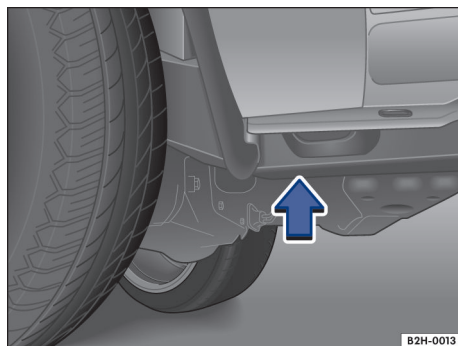
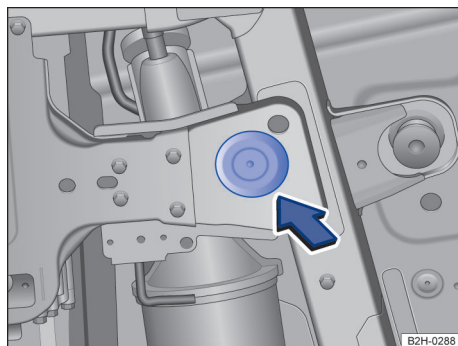
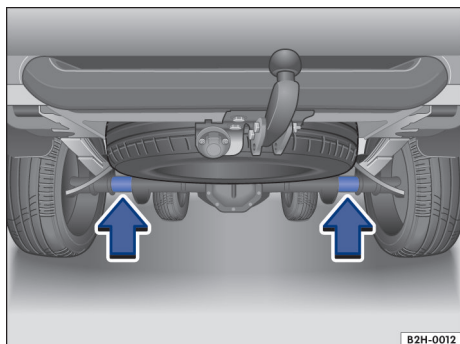

Fig. 197 Pelo lado: ponto de apoio dianteiro do macaco.
Fig. 198 Por baixo: ponto de apoio dianteiro do macaco.
Fig. 199 Pontos de apoio traseiros do macaco.
O macaco deve ser colocado somente nos pontos de apoio mostrados → Fig. 197 (visto pela lateral) ou → Fig. 198 (visto por baixo).
O macaco deve ser colocado somente nos pontos de apoio mostrados → Fig. 199 (setas).
3. Procurar o ponto de apoio dianteiro → Fig. 197 ou traseiro → Fig. 198 do macaco que se encontrar mais próximo da roda a ser trocada.
6. Verificar se o macaco se encontra abaixo das áreas marcadas na dianteira → Fig. 197 ou na traseira → Fig. 199.
7. Alinhar o macaco e simultaneamente girar mais para cima até que a área de apoio do macaco encoste no ponto de apoio → Fig. 198 ou numa das depressões → Fig. 200.
- Posicionar o macaco somente nos pontos indicados → Fig. 197 e → Fig. 198.